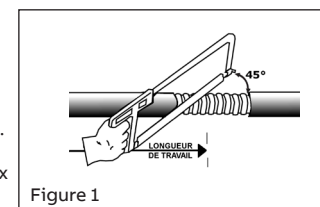

Figure 1
- Déterminer la longueur de travail (la longueur de conducteur requise à l'intérieur du boîtier ou de l'appareil). Enlever une partie de la gaine extérieure pour exposer le blindage, couper l'armure à l'aide d'une scie à métaux et couper la gaine extérieure pour ajuster la longueur d'armure exposée comme indiqué dans le tableau (Figure 1). ATTENTION de ne pas endommager ou couper la gaine des fils conducteurs.